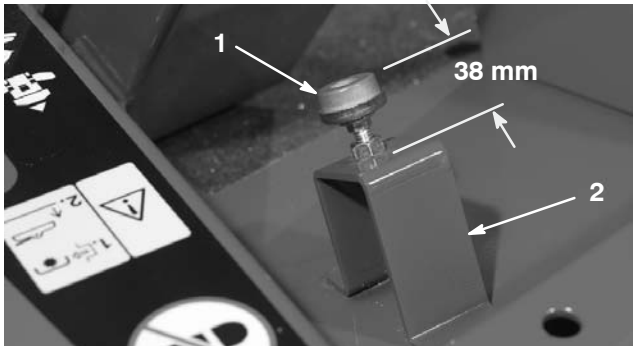

Figure 65
2. Contrôlez le réglage de la butée de la pédale de déplacement. Il doit exister un écart de 38 mm entre le haut du support et le haut de la butée (Fig. 65). Desserrez les écrous et réglez la distance selon les besoins.